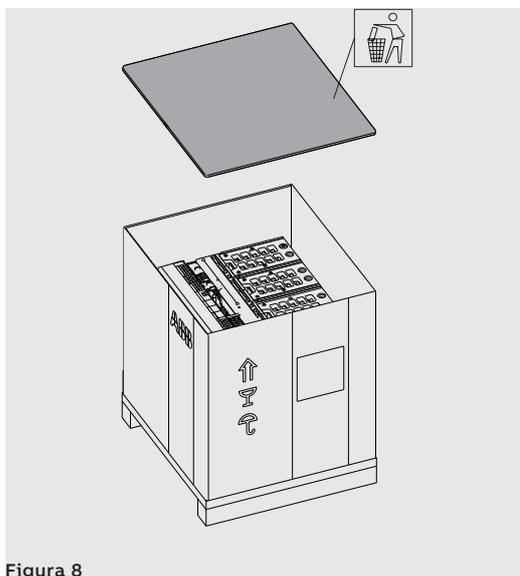

Figura 8
2. Aprire la parte superiore della scatola d'imballo. Vedi Figura 8.